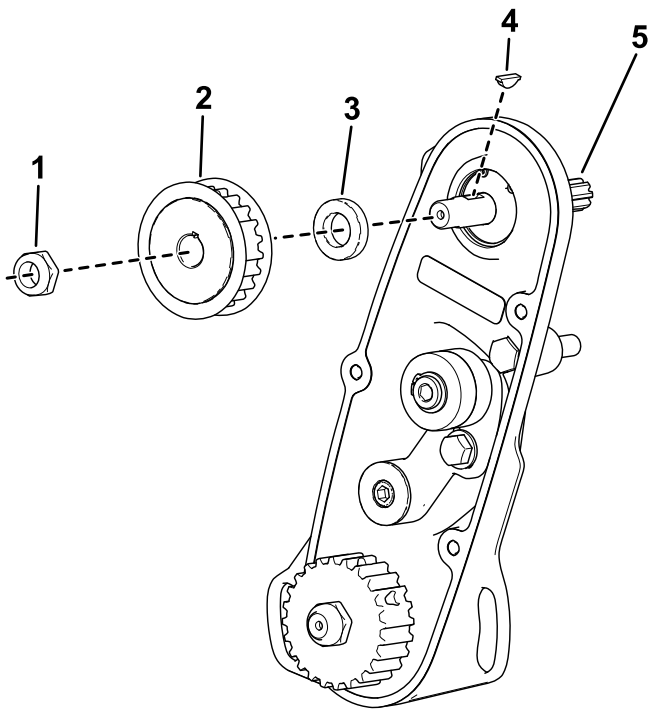

Figure 5
- F. Retirez l'écrou, la poulie, l'entretoise et la clavette (Figure 5).
- G. Déposez l'arbre d'entraînement du cylindre existant (Figure 5).